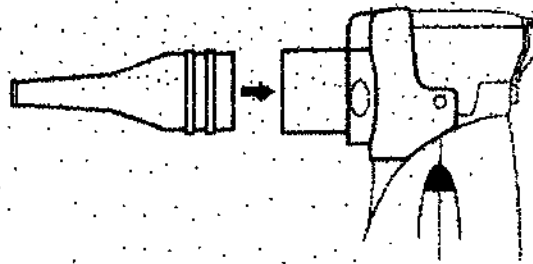

Fig. 9
- (1) Las partes que acompañan el dispositivo incluyen una boquilla que se utiliza para medicación a través de la garganta.
- Instale la boquilla: conecte la boquilla en la toma de salida de la tapa externa según la dirección que indica la flecha. (ver Fig. 9)